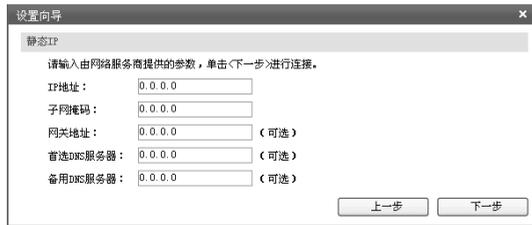

图4-7 上网方式-静态IP
- 3) 如果上网方式为静态IP，即拥有网络服务商提供的固定IP地址，则需要填写IP地址、子网掩码、网关地址和DNS服务器等内容，如图4-7所示。